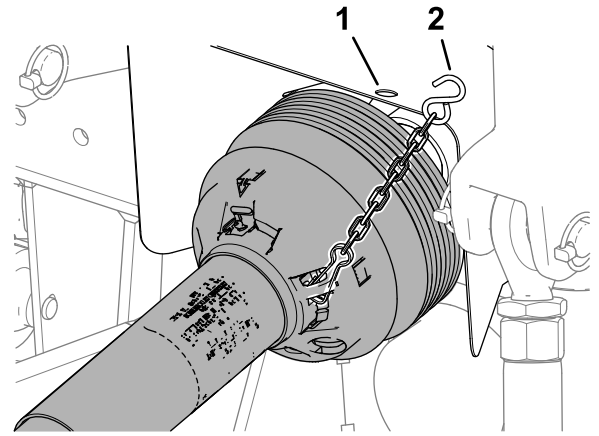

图 49
5. 从主机 PTO 仅限 CE 上断开护罩安全链图 49 的连接。